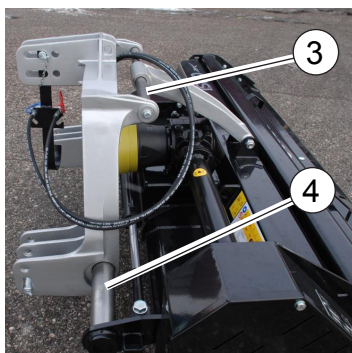

Fig.97
- Lubrificare con pennello e grasso l'albero dell'attacco del gruppo spostamento (3, "Fig.97").
- Lubrificare con pennello e grasso l'albero del gruppo spostamento (4, "Fig.97").
- Lubricate with brush and grease the linkage shaft of the side shift unit (3, "Fig.97").
- Lubricate with brush and grease the shaft of the side shift unit (4, "Fig.97").
- Lubrifier avec pinceau et de la graisse l'accrochement du groupe de déplacement (3, "Fig.97").
- Lubrifier avec pinceau et de la graisse l'arbre du groupe de déplacement (4, "Fig.97").
- Schmieren Sie mit Pinsel und fetten Sie die Welle der Seitenverschiebung (3 "Fig.97").
- Schmieren Sie mit Pinsel und fetten Sie die Welle der Seitenverschiebung (4 "Fig.97").
- Lubrimate con cepillo y grasa la conexión del grupo desplazamiento (3, "Fig.97").
- Lubrimate con cepillo y grasa la conexión del grupo desplazamiento (4, "Fig.97").
- Lubrificar o eixo de ligação da unidade de acionamento com uma pincel e graxa (3, "Fig.97").
- Lubrificar o eixo da unidade de deslocamento (4, "Fig.97") com uma pincel e graxa.